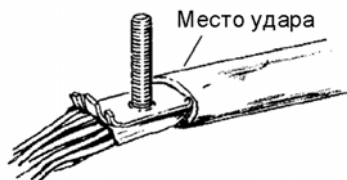

Рис. 4.4. Установка нижней части экранного соединителя под оболочку кабеля.
4.1.4. Вставить нижнюю часть соединителя между экраном и поясной изоляцией кабеля до упора стопорами в обрез оболочки кабеля. Чтобы зубцы нижней части зацепились за оболочку, необходимо слегка постучать по оболочке кабеля (рис. 4.4.).